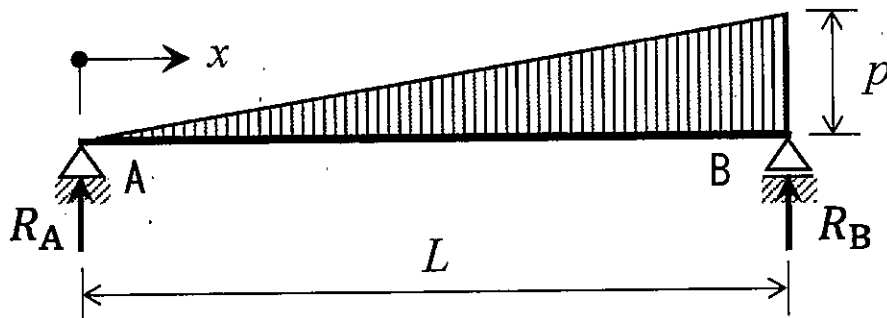

Fig. S-1 A simply supported beam subjected to triangle distributed load
1. Fig. S-1 に示す三角形分布荷重を受ける単純支持ばりについて、次の問い 1)~4)に答えよ。ただし、このはりの曲げ剛性は  $EI$  であるとする。
Answer the following questions 1) to 4) about a simply supported beam subjected to triangle distributed load shown in Fig. S-1. The bending stiffness of this beam is  $EI$ .